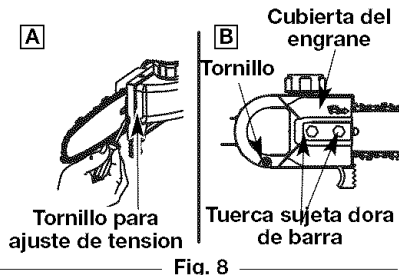
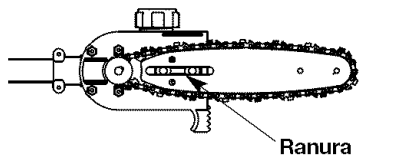

Fig. 8
Fig. 10
1. Valiéndose de un destornillador de ranura recta, gire el tornillo de ajuste de tensión en sentido antihorario (Fig. 8, B) tan lejos como llegue o hasta el final de su recorrido, después saque la cadena y retire la barra.
2. Usando un destornillador de cabeza plana, gire el tornillo de ajuste de tensión 4 vueltas hacia la izquierda (Fig. 8, A).
6. Ajuste el tornillo de ajuste de tensión (Fig. 8, A) para permitir la inserción de la barra (Fig. 10). Cerciórese de que la cadena sigue la ranura en la barra de guía y ajuste el tornillo de ajuste de tensión para apretar la cadena.
7. Instale la cubierta del piñón y apriete las tuercas y el tornillo para fijar la barra (Fig. 8, B).
1. Afloje las tuercas retenedoras de la barra de tal forma que esten apretadas a mano (Fig. 8, B).
2. Manteniendo la nariz de la barra hacia arriba, utilice el desarmador para girar el tornillo de ajuste de la barra guía a favor de las manecillas del reloj para apretar la cadena (Fig. 8, A).